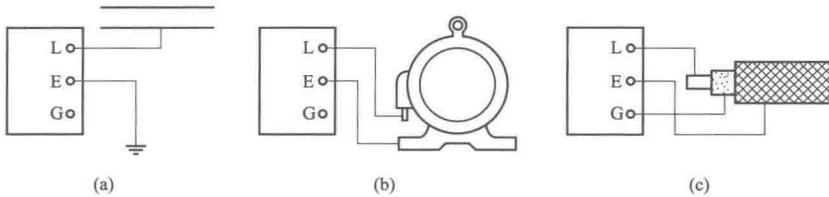

图 1-1 绝缘电阻表接线图
端分别接于“E”和“L”两个端钮上，如图 1-1 (a) 所示。
(2) 测量电机等电气设备对地绝缘时，应当用“E”端接地（指被测设备的接地外壳），“L”端接电机绕组等被测设备，否则会由于大地杂散电流对测量结果造成影响，使测量结果不准确。将电机绕组接于“L”端钮上，机壳接于“E”端钮上，如图 1-1 (b) 所示。
(3) 测量电缆的导电线芯与电缆外壳的绝缘电阻时，除将被测两端分别接于“E”和“L”两端钮外，还需将电缆壳芯间的内层绝缘接于保护环端钮“G”上，以消除因表面漏电而引起的误差。使用保护环后，绝缘表面的泄漏电流不经过线圈而直接回到发电机，如图 1-1 (c) 所示，“L”端钮接芯线，“E”端钮接外层铅皮，“G”端钮接到芯线绝缘层上。